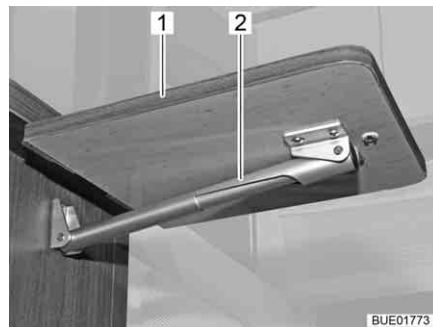

Bild 130 Thekenklapptisch, ausgeklappt
- Thekenklapptisch (Bild 130,1) mit leichtem Zug von der Magnethalterung lösen.
- Tischplatte nach oben schwenken, bis die Fixierung der Teleskophalterung (Bild 130,2) greift.